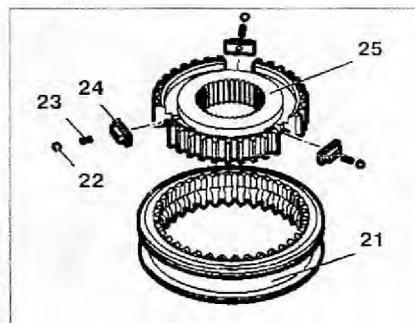

Рис. 4.34. Отсоедините муфту 21 от ступицы 25 синхронизатора и снимите сухари 24, пружины 23 и шарики 22.
14. Отсоедините муфту 21 от ступицы 25 синхронизатора и снимите сухари 24, пружины 23 и шарики 22 (рис. 4.34).